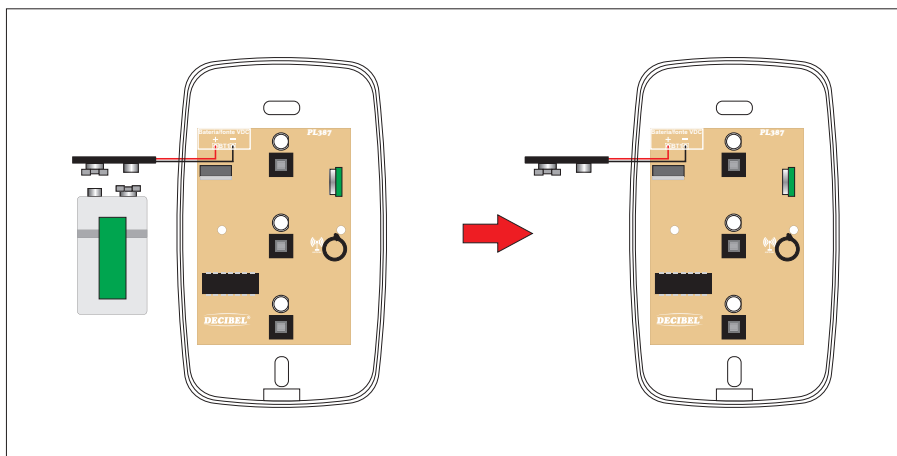

Figura 4
- Plug o conector do cabo da bateria na bateria 9 V (Figura 4);